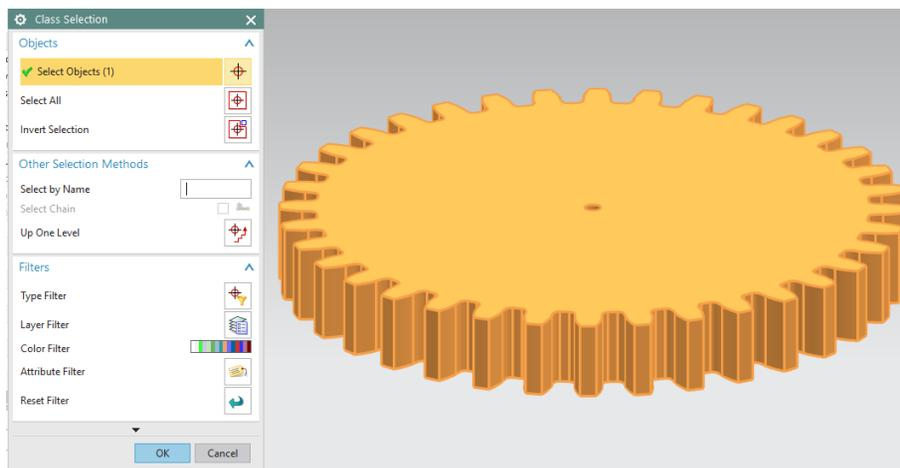

Figura 2.5 Ventana ***Class Selection***.
- En la ventana ***Class: Selection*** → ***Objects*** → ***Select Objects*** seleccionar el engrane, cuando esté seleccionado se iluminará de color amarillo. (Figura 2.5).